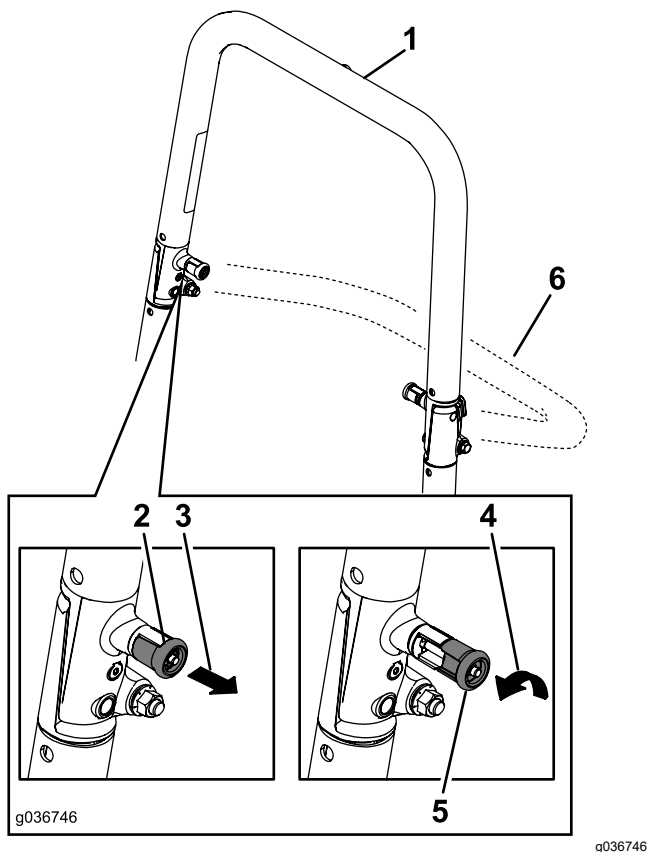

Figura 8
2. Tire de ambos pomos hacia fuera y gírelos 90 grados para desengranarlos (Figura 8).
3. Baje la barra anti-vuelco (Figura 8).
1. Levante la barra antivuelco a la posición de uso y gire los pomos para que se introduzcan parcialmente en las ranuras (Figura 8).
2. Levante la barra antivuelco a la posición vertical, presionando sobre la parte superior de la barra para que las clavijas encajen al alinearse con los orificios (Figura 8).